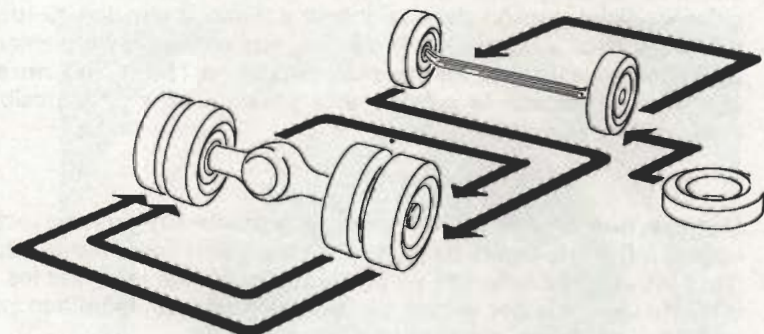

Fig. 8.2. — Intercambio de los neumáticos
8.6 INTERCAMBIO DE NEUMATICOS (Fig. 8.2)